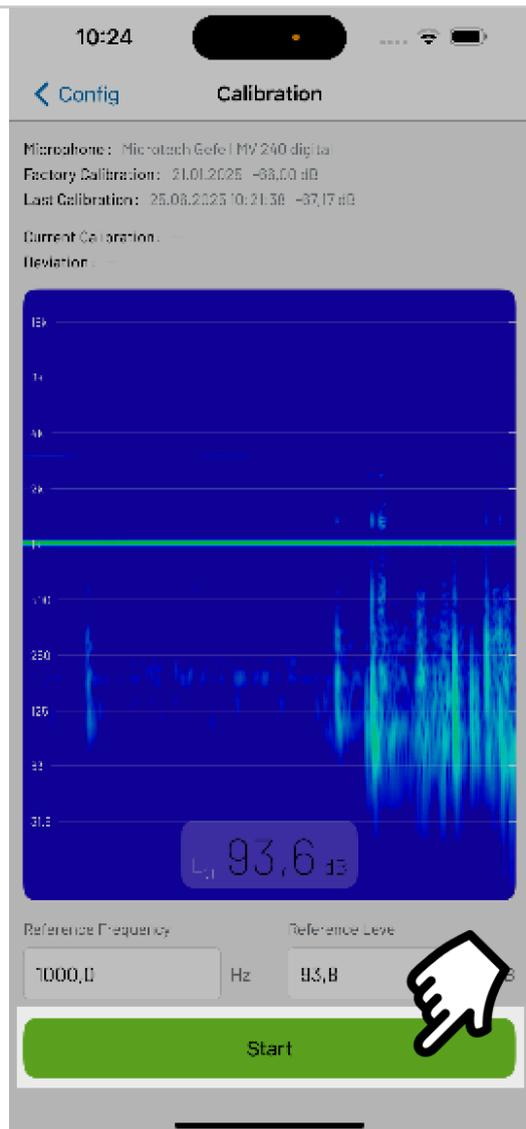

Abbildung 4.2
6. Starten Sie mit dem grünen „Start“-Button die Kalibrierung (Abbildung 4.2).